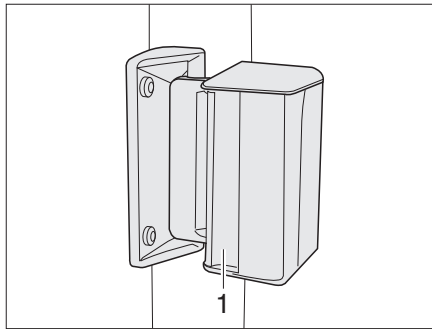

Bild 63 Skjutfönster
- Tryck handtaget (Bild 63,1) och skjut eller drag det samtidigt framåt eller bakåt.